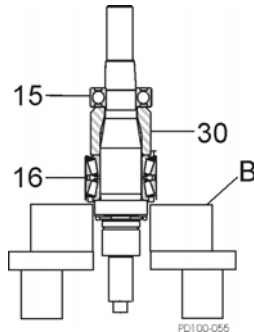

Abbildung 76 – Entfernen der Lager von der Welle
- Verwenden Sie eine Hydraulikpresse und Klemmblöcke (Abbildung 76, Pos. B), um die Lager (Pos. 15 und 16) sowie das Distanzstück (Pos 30) zu entfernen.